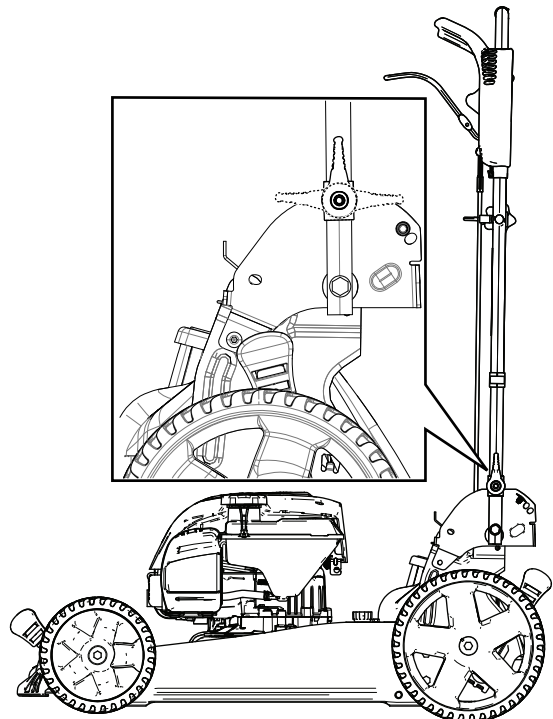

Bild 22
2. Klappen Sie den Holm nach vorne entweder in die aufrechte Stellung oder in die ganz nach vorne geklappte Stellung, wie in Bild 22 abgebildet.